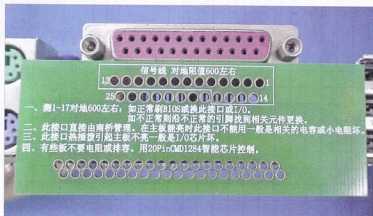

图21-8 确定并行接口的引脚
(2) 对照并行接口测试卡确定并行接口的引脚，如图21-8所示。